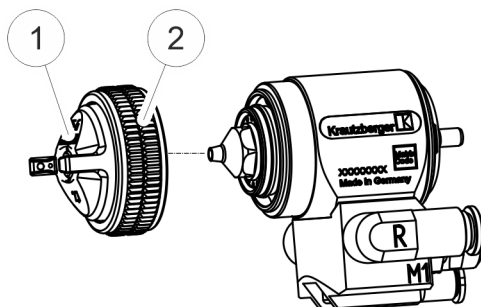

Fig. 27: Montaggio del dado a risvolto con l'ugello dell'aria
- 14.** ► Riavvitare il dado a risvolto (Fig. 27/2) insieme all'ugello dell'aria (Fig. 27/1).